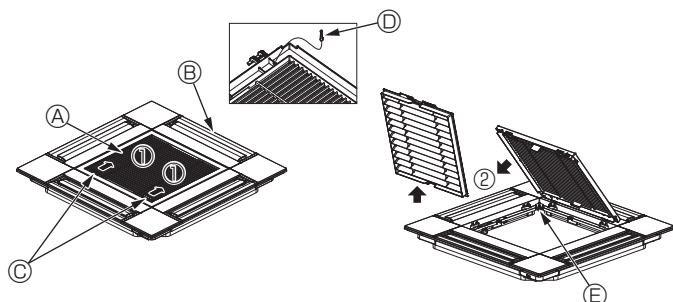

Fig. 10-3
10.2.1. Remoção da grelha de admissão (Fig. 10-3)
- Faça deslizar as alavancas na direção indicada pela seta ① para abrir a grelha de admissão.
- Com a grelha de admissão na posição de "aberta", retire a dobradiça da grelha de admissão da grelha tal como indicado pela seta ②.